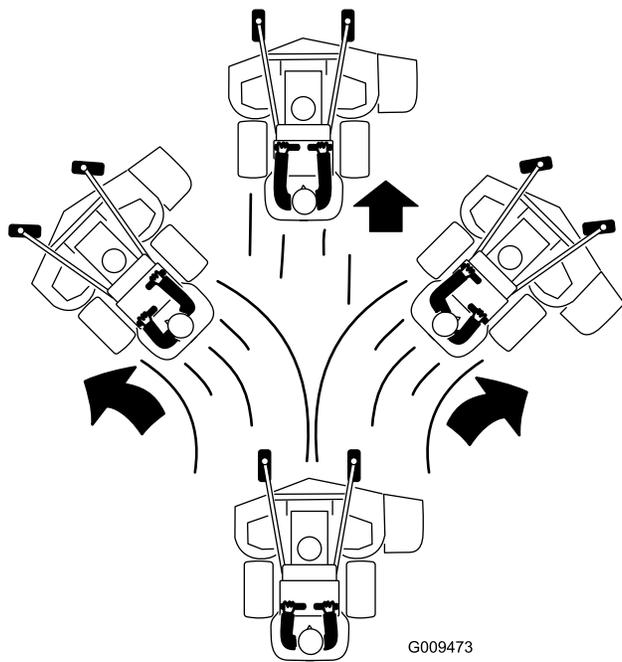

Figura 20
4. Empuje lentamente las palancas de control de movimiento hacia adelante (Figura 20).